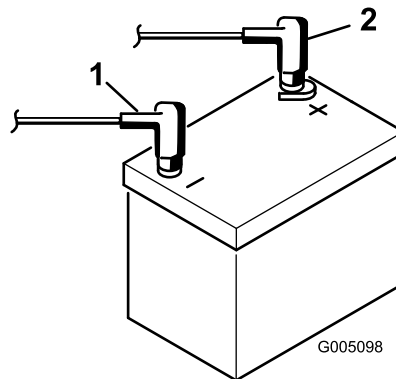

図4
- 赤いケーブルをバッテリーの端子に、黒いケーブルはバッテリーの端子にはめ、ボルトとナットで固定する 図4。プラス端子が電極に十分にはまり込んでいること、ケーブルの配線に無理がないことを確認する。ケーブルとバッテリーカバーを接触させないこと。